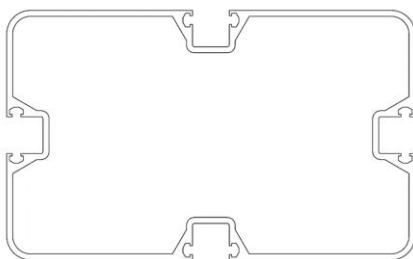

Fig. 1
- fig. 1 przedstawia w widoku z góry wzór przemysłowy profilu, którego zewnętrzny obrys ma w tym widoku kształt zbliżony do prostokąta,